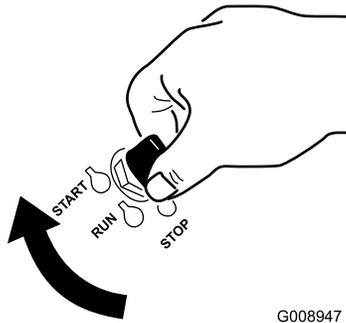

Figura 14
1. Rode a chave da ignição para a posição Start (ligar) (Figura 14). Quando o motor arrancar, solte a chave.